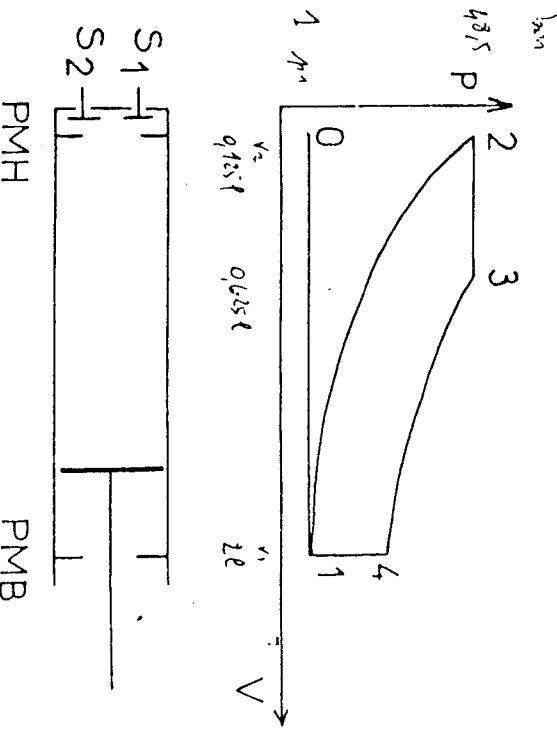

Figure 1
- A - Un moteur Diesel fonctionne avec de l'air décrivant le cycle schématisé figure 1 : l'abscisse représente le volume du cylindre et l'ordonnée la pression de l'air qui y est contenu.
Figures 1 et 2 : relatives au problème n° 2.